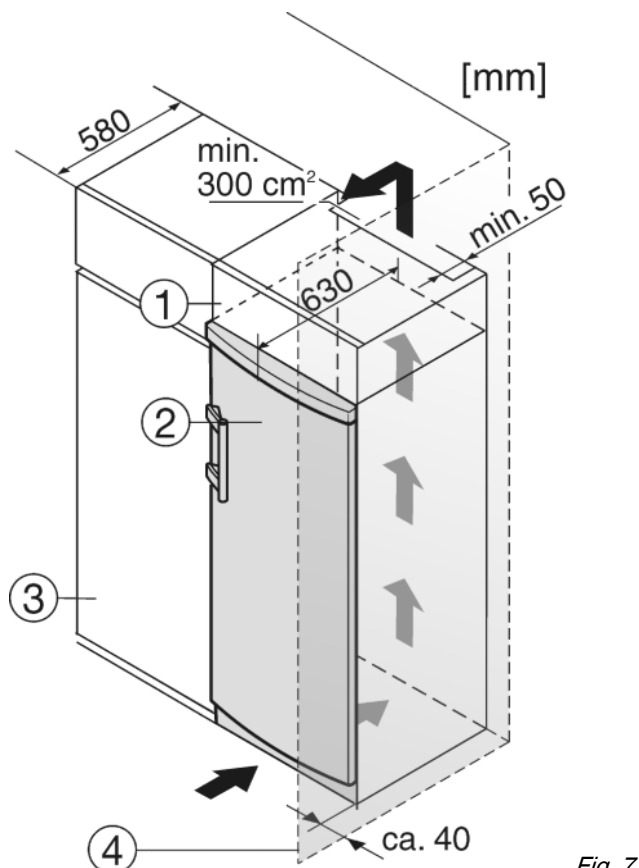

Fig. 7
Устройство может быть окружено кухонными шкафами. Чтобы уравнять устройство Fig. 7 (2) по высоте с кухонной стенкой, можно установить над устройством дополнительный шкафчик Fig. 7 (1).
При комбинировании с кухонными шкафами (глубина макс. , 580 мм) устройство можно установить непосредственно рядом с кухонным шкафом Fig. 7 (3). Дверца устройства выступает по сторонам на 34 мм и по центру устройства на 50 мм относительно передней стенки кухонного шкафа. Поэтому ее можно свободно открывать и закрывать.
Если устройство установлено на шарнирах у стены Fig. 7 (4), то расстояние между устройством и стеной должно быть не менее 40 мм. Настолько выступает ручка при открытой дверце.